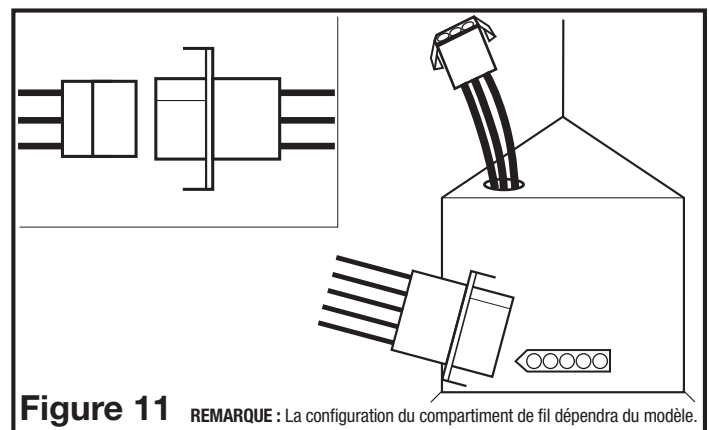

Figure 11
3. Branchez le cordon de 5 broches de raccord rapide du ventilateur dans la prise sur le côté du couvercle du compartiment de câblage et le cordon de 3 broches de raccord rapide de la lumière dans le réceptacle sur le dessus du couvercle du compartiment de câblage. Ces cordons peuvent être insérés dans un seul sens dans les réceptacles (**Figure 11**).